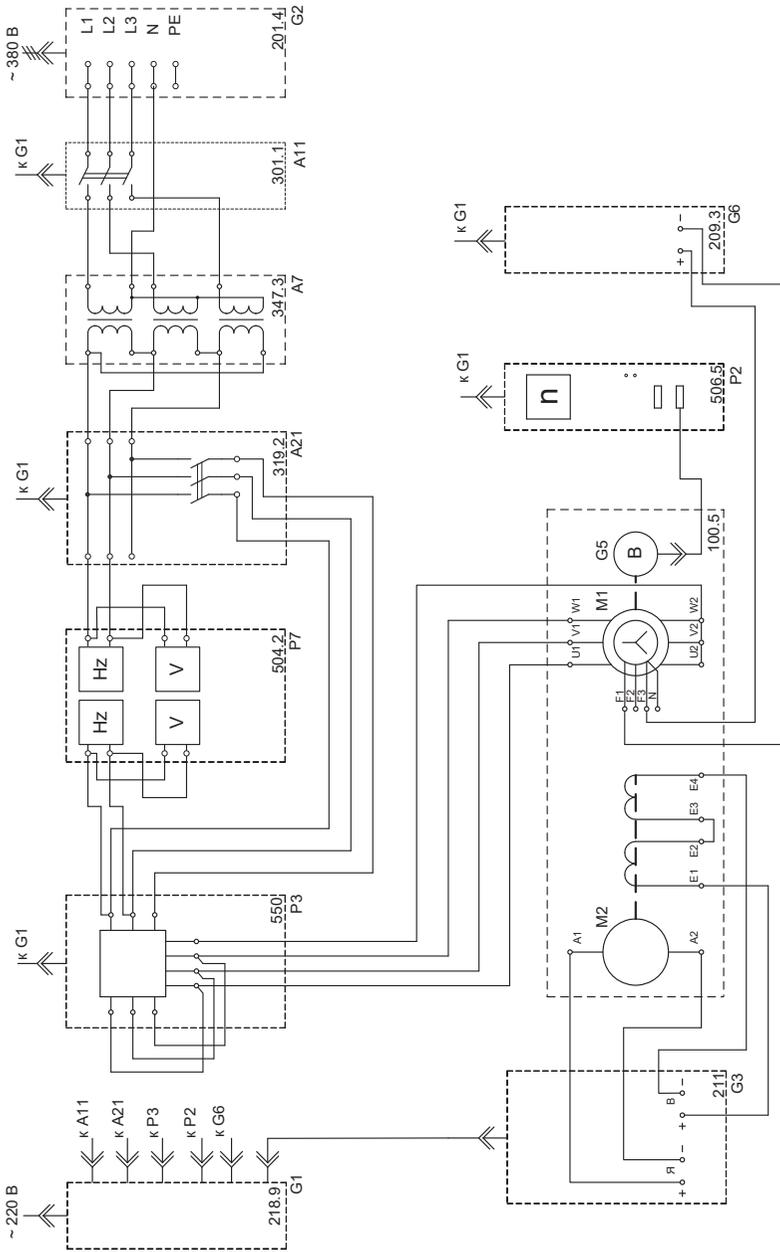

Рис. 5.4
- Соедините аппаратуру в соответствии с электрической схемой, приведенной на рис. 5.4.